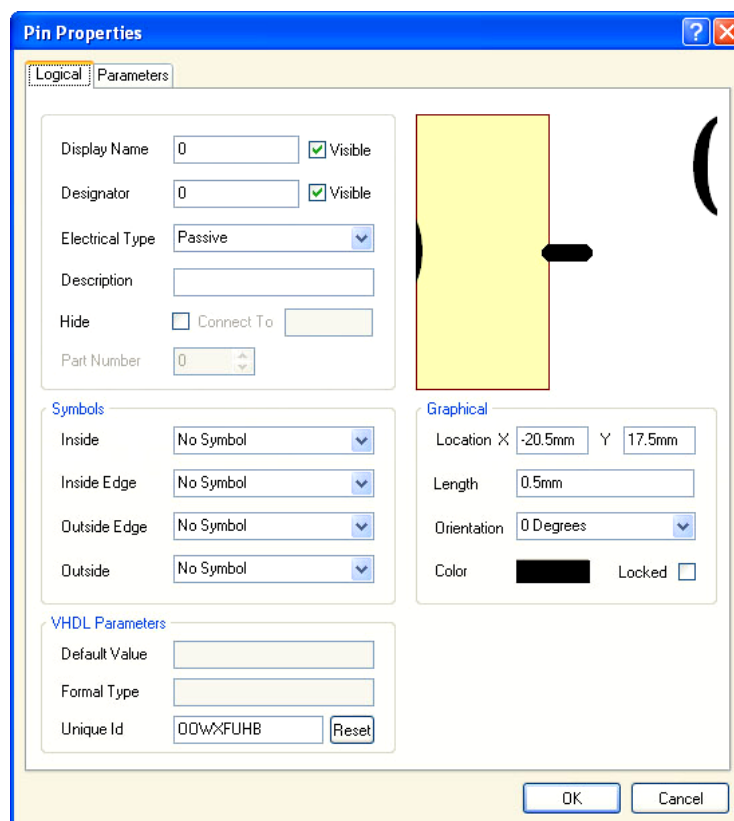

Рисунок 6.
1) Виводи компонента встановлюються командою *Place > Pin*, причому відразу після виконання цієї команди вивід стає прив'язаним до курсору, і у цей момент необхідно натиснути клавішу *Tab* для установки властивостей виводу (рис. 6).